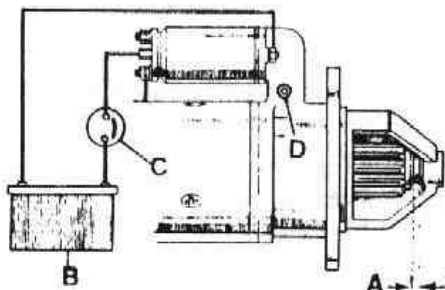

Fig. N2-36 Ajuste del desplazamiento del piñón al actuar el electroimán
- 4.5. Después de terminar el montaje del motor, se conectará el terminal central pequeño del electroimán a una batería de voltios, B (Fig. N2-36), intercalando un interruptor, C. El otro terminal se unirá a uno de los tornillos de sujeción del electroimán. Al cerrar el interruptor, avanzará el piñón hasta la posición de engrane y se medirá la separación entre el piñón y la arandela del extremo del eje. Este desplazamiento debe realizarse empujando ligeramente el piñón hacia el inducido para eliminar cualquier falta de ajuste de los elementos de conexión. El juego, A, debe estar comprendido entre 0,2 y 2,5 mm.